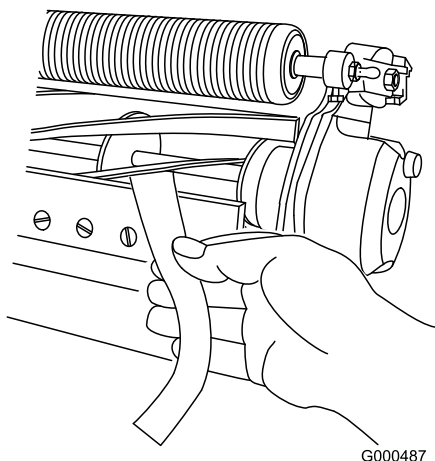

图5
- B. 在滚刀与底刀之间插入一长条剪切性能纸纸要与底刀垂直 图5 然后 **缓慢** 向前旋转滚刀此操作应能切断性能纸如果不能请重复步骤 A 和 B 直至切断为止。
11. 在滚刀与底刀之间插入一长条剪切性能纸纸要与底刀垂直 图5 然后缓慢向前旋转滚刀此操作应能切断性能纸如果不能将每个底刀架调节螺栓都顺时针旋转 1 格直至切断为止。